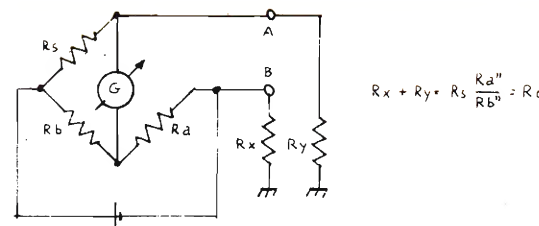

figura 3
3. Le due terre ausiliarie (x, y) in serie tra loro (figura 3).
A pag. 38 il grafico di figura 3 doveva essere: